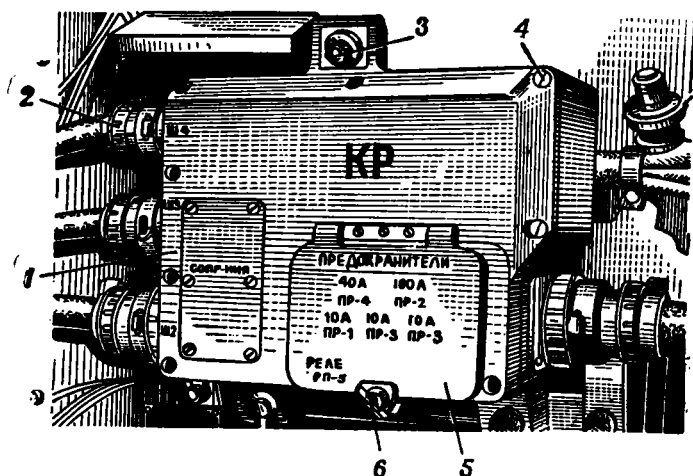

Рис. 25. Распределительная коробка:
1. Расшплинтовать и отвернуть накидные гайки штепсельных разъемов 2 (рис. 25), отсоединить кабели от распределительной коробки 1.
1. Установить распределительную коробку на место и закрепить ее болтами 3 (рис. 25) с пружинными и гладкими шайбами.
1. Вывинтить винт-барашек 6 (рис. 25), удерживая крышку 5, и открыть ее.
1. Отвинтить 16 винтов 4 (рис. 25) (в том числе и с тыльной стороны) и снять обе крышки.